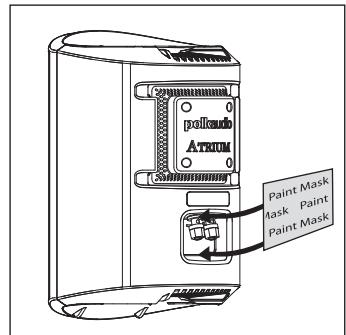
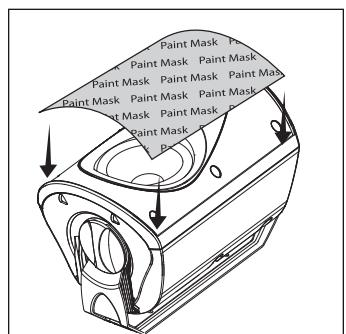

FIGURA 6: Enmascare las terminales que se encuentran en la parte de atrás del altavoz.
FIGURA 7: Enmascare los excitadores y los bafles.
2. Enmascare las terminales, que se encuentran en la parte de atrás del altavoz [figura 6], los paneles de extremo y las perillas de soporte, y enmascare cuidadosamente la parte de adelante de los altavoces para proteger los excitadores y los bafles mientras pinta [figura 7]. La rejilla tiene un logotipo que se puede enmascarar si no desea pintarlo.